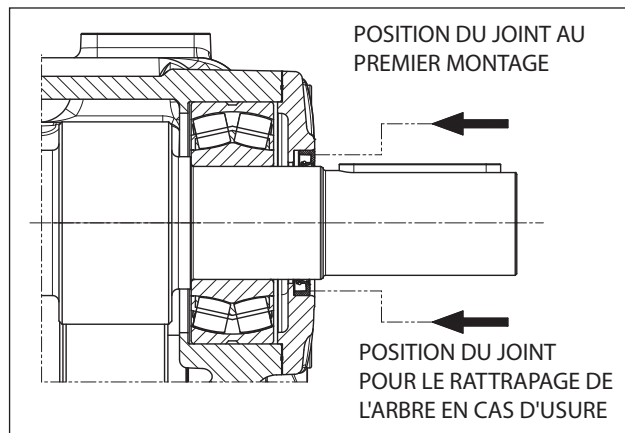

Fig. 118
Avant de monter le joint d'étanchéité radial, vérifier les conditions de la lèvre d'étanchéité. S'il s'avère nécessaire de remplacer le joint, placer le joint neuf comme indiqué Fig. 118.
**Si l'arbre de la prise de force présente une usure diamétrale au niveau de la lèvre d'étanchéité, pour éviter la rectification, placer le joint en deuxième position, comme le montre la Fig. 118.**